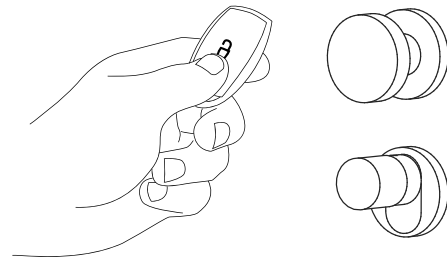

Abb. 1
- 1 Halten Sie den sE-Key innerhalb der Bluetooth-Reichweite des Zylinders (max. 4m) in Richtung des Zylinders und drücken Sie auf die Oberfläche des Transponders (Abb. 1).